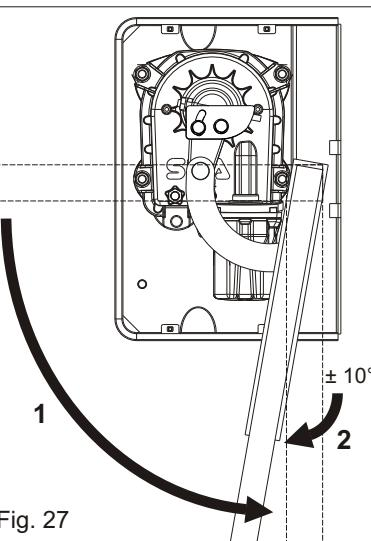

Fig. 27
- 6.3. Llevar las hojas en completa apertura (1) y volverlas a llevar hacia atras alrededor de 10° (2) (Fig. 27).